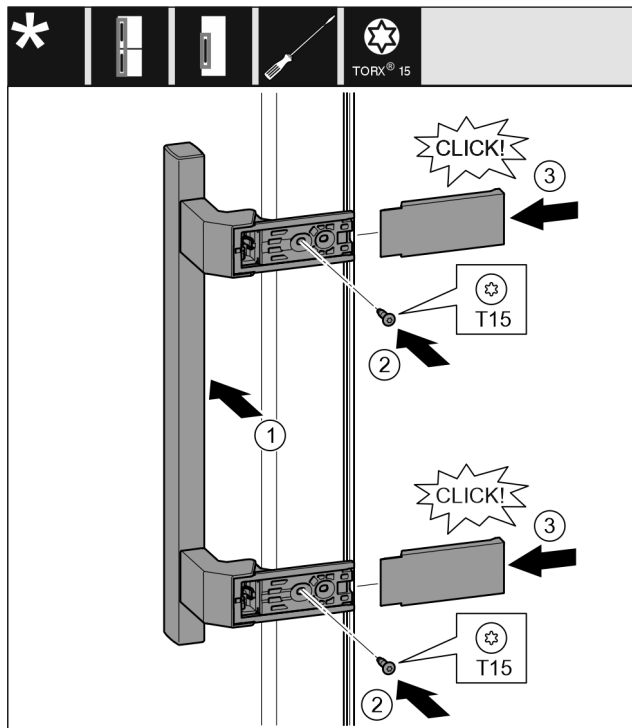

Fig. 29
- ▶ Założyć uchwyt po przeciwległej stronie. Fig. 29 (1)
- ▶ Śruby przykręcić przy pomocy śrubokręta T15. Fig. 29 (2)
- ▶ Ostony założyć z boku i wsunąć. Fig. 29 (3)